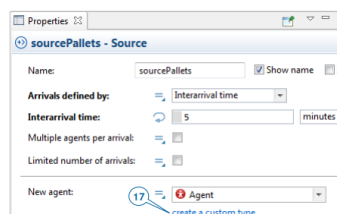

Рисунок 12.9 – Новий список агентів
17. В області властивостей блока *sourcePallets* у списку *New agent* клацніть на посиланні «Створити настроюваний тип» (рис. 12.9).